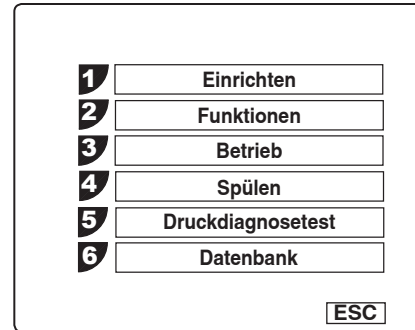

Abbildung 11
13. Im Hauptmenü die Option SPÜLEN auswählen (siehe Abbildung 11). Auf **OK** drücken.